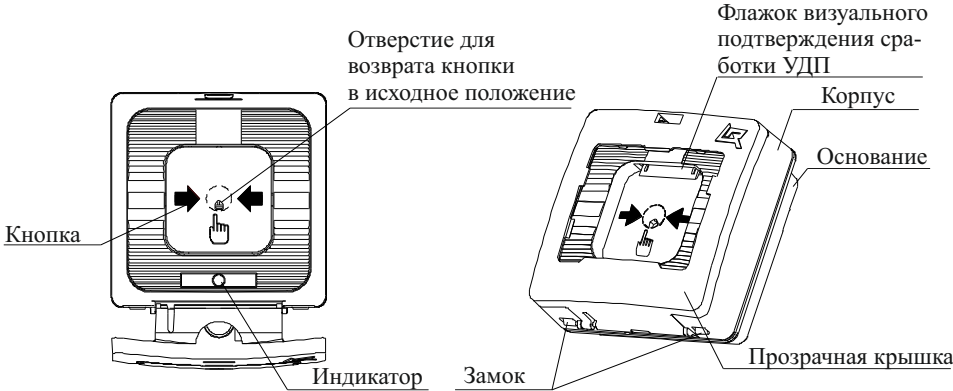

Рисунок 1
- 5.1 УДП представляют собой устройства, формирующие сообщение о событии при нажатии на кнопку. При этом формируется сообщение в виде скачкообразного уменьшения сопротивления в ШС до величины не более 500 Ом, сопровождающееся включением оптического индикатора и выпадением цветного флажка (рисунок 1).
- Выпадающий цветной флажок является визуальным подтверждением нажатого состояния кнопки УДП (рисунок 1). При возврате кнопки в исходное положение флажок занимает начальную позицию.
- 6.7 Для установки УДП необходимо отсоединить корпус от основания, нажав отверткой на замки (рисунок 1), при этом кнопка должна быть в отжатом состоянии.